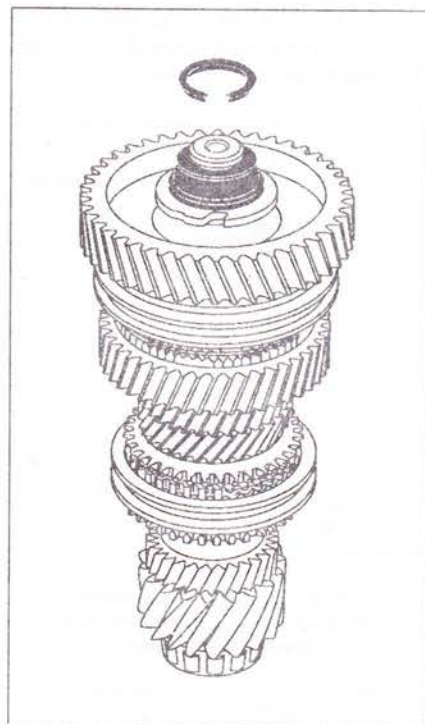

Рис. 5.48. Отсоедините пружинное стопорное кольцо.
14. Отсоедините пружинное стопорное кольцо (рис. 5.48).